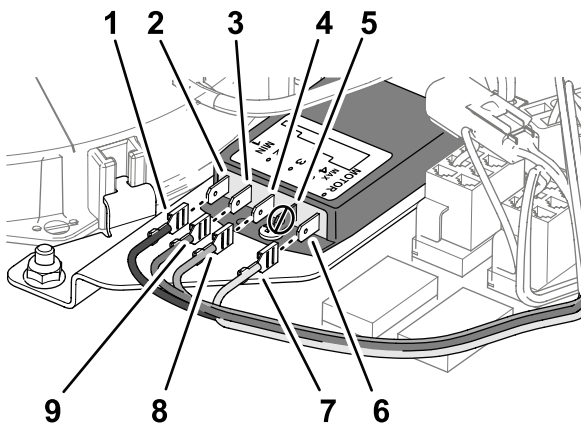

Figura 8
- Collegate i morsetti della presa del cablaggio preassemblato del kit ai morsetti a baionetta del regolatore di velocità della ventola (Figura 8) secondo la seguente tabella: